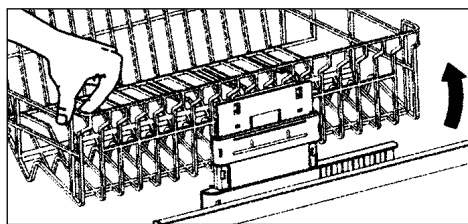
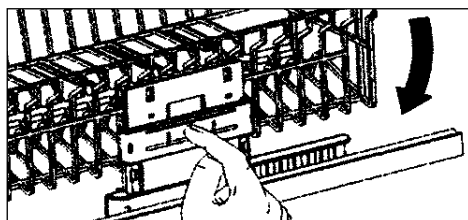

fig. 9
fig. 10
- Trek de korf naar voren. Trek de rechter zijkant omhoog (zie fig. 9). Zet de korf weer in de lage positie door deze eerst naar voren te trekken. Duw vervolgens op de deblokkeerknop (zie fig. 10).